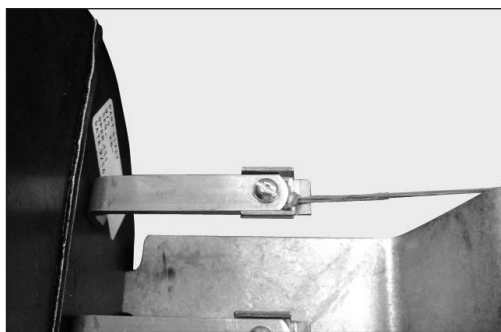

Figura 69
10.5 O elemento de tração deve ficar preso no suporte "L" do cabeçote lateral posicionado ao lado oposto da entrada do cabo (figura 69).